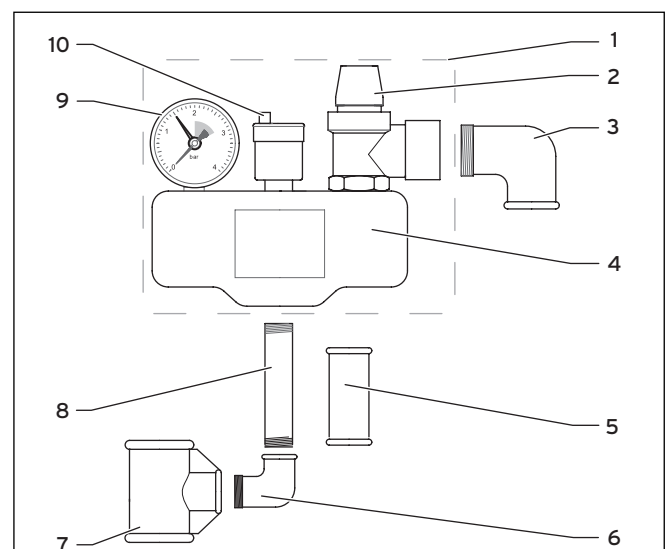

Abb. 3.1 Sicherheitsgruppe
- Überprüfen Sie den Lieferumfang anhand Abb. 3.1 und Tab. 3.1 auf Vollständigkeit.
- Überprüfen Sie jährlich und bei jeder Inbetriebnahme die Funktionsfähigkeit des Sicherheitsventils (2, Abb. 3.1)